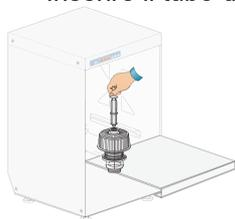

fig. 4
- Inserire il tubo di troppopieno nell'apposita sede all'interno della vasca (fig. 4)
- Controllare che il filtro sia ben alloggiato nella propria sede (fig. 4). Il filtro deve essere pulito ogni 20 cicli di lavaggio e ogni qualvolta si renda necessario. **È vietato il funzionamento della macchina senza filtro.**